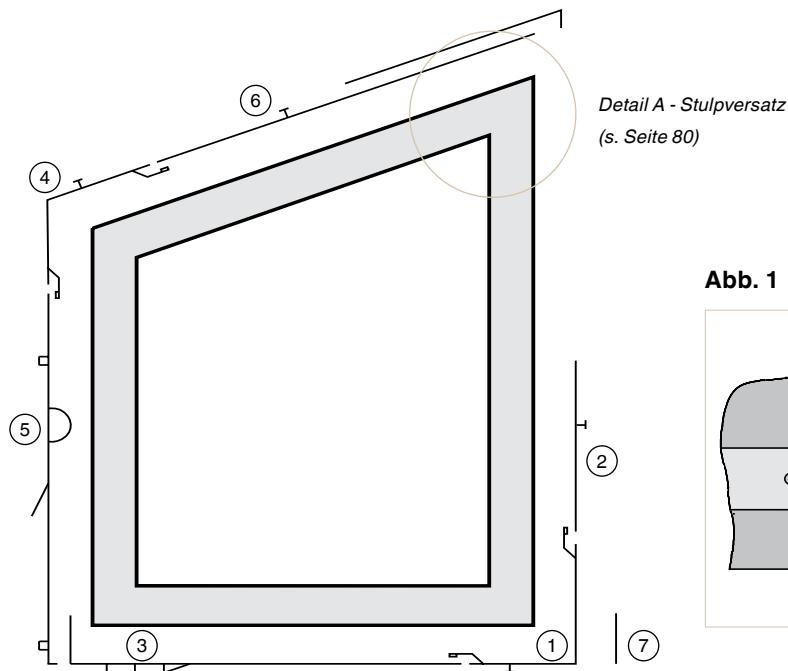

Abb. 1
1. **Endverschluss** ① einlegen (s. Abb 1) (ab FFH über 1000 mm mit Mittelverschluss ② koppeln)* und verschrauben.
2. **Eckumlenkung für Rundbogen** ③ ablängen / verlängern und gemeinsam mit Eckumlenkung verschrauben.
3. **Eckumlenkung für Schrägenfenster** ④ montieren.
4. **Getriebe** ⑤ ablängen und gemeinsam mit Eckumlenkungen verschrauben.
5. **Schrägenfensterschere** ⑥ ablängen und gemeinsam mit Eckumlenkung für Schrägenfenster verschrauben (Stulpversatz beachten, s. S. 79/80, Abb. 1).
6. **Ecklagerband** ⑦ am Überschlag aufstecken und verschrauben.